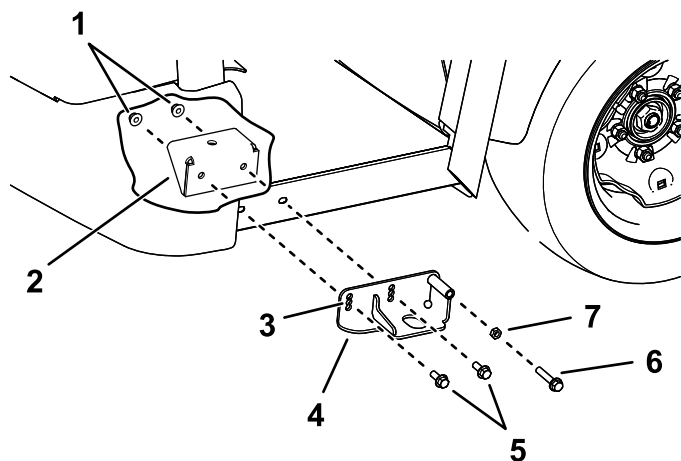

図 26
3. 左右の取り付けアセンブリを、キャブ前部取り付けブラケットに取り付ける左右それぞれに六角フランジヘッドボルト $\frac{3}{8}$ x 1"2 本、フランジナット $\frac{3}{8}$ "2 個を使用する 図 26。
4. 機体の左右で、左側取り付けアセンブリと右側取り付けアセンブリにアジャスタボルト $\frac{3}{8}$ x 2" と六角ナット $\frac{3}{8}$ "を取り付ける 図 26。
微調整はアジャスタボルト 図 26 で行う。